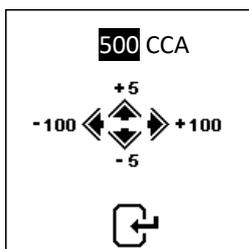

Fig.21
- Per modificare il valore CCA, premere i tasti ◀ o ▶ se si intende diminuire o aumentare i valori di 100 unità per volta, oppure i tasti ▲ o ▼ se si intende aumentare o diminuire il valore di 5 unità per volta come mostrato in Fig.21 di seguito.